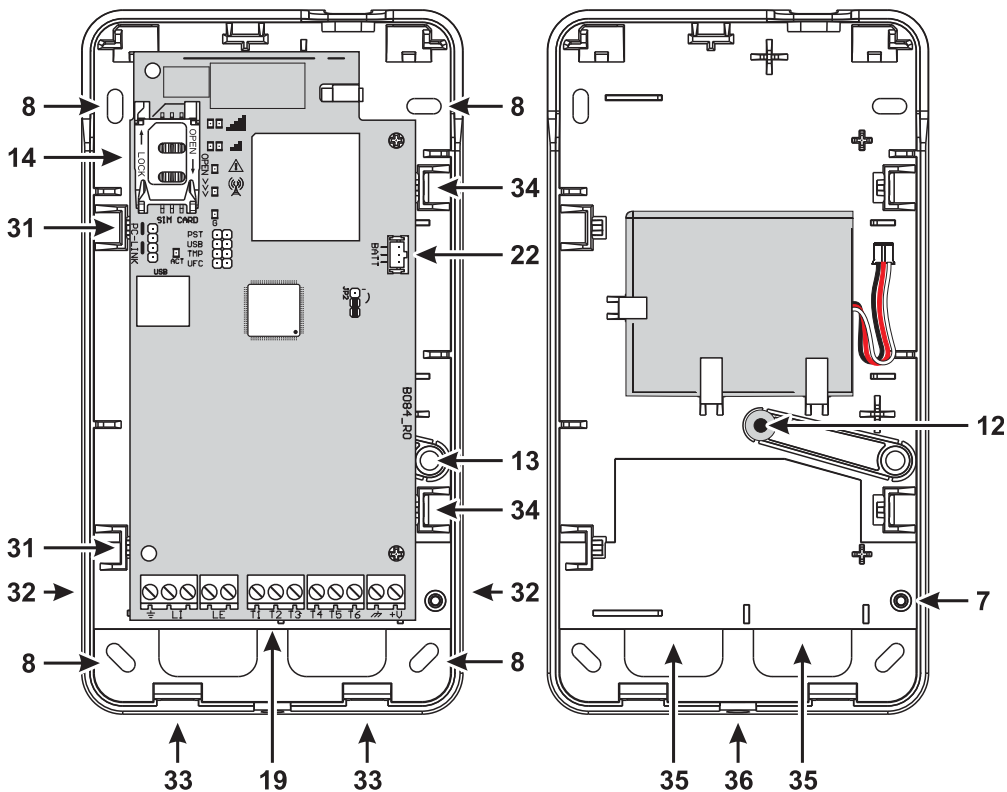

Figura 4 – Montaggio del Comunicatore con contenitore.
Il Comunicatore nella versione con contenitore va fissato ad una parete con viti e tasselli adeguati (non forniti) come descritto di seguito e illustrato nella Figura 4.
4. Posizionare la batteria come mostrato in Figura 4.